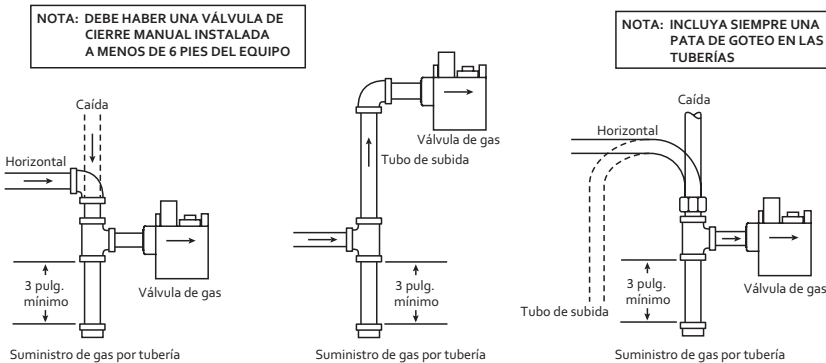

Fig. 2 – Tubería de válvula de gas típica
5. Aplique compuesto sellador para tuberías **aprobado para todos los tipos de gases, sólo a las roscas macho de las uniones**. **NO** aplique compuesto a las primeras dos roscas (vea en la fig. 2 las conexiones de tuberías típicas).